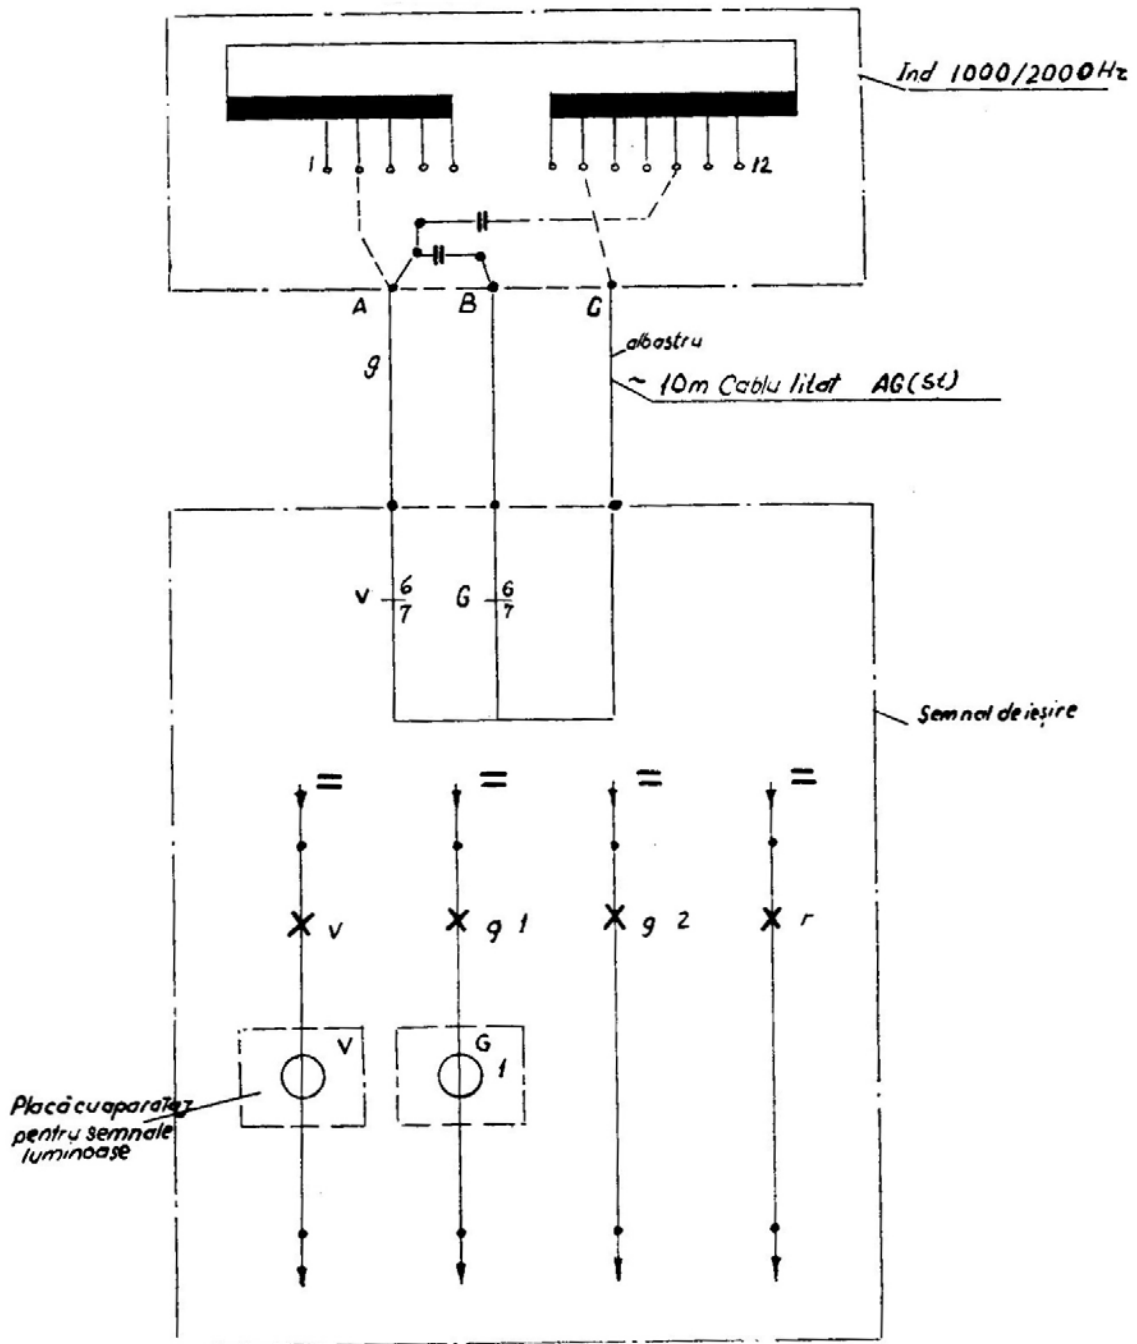

Fig. 70 Schema electrică și conectarea la semnalul de ieşire alimentat în curent continuu de la linia abătută, pe secții cu B.L.A.
p) *Semnalul de „ieșire” alimentat în curent continuu de la linia abătută, pe secții cu B.L.A., echipat cu inductor de cale de 1 000/2 000 Hz (fig. 70).*